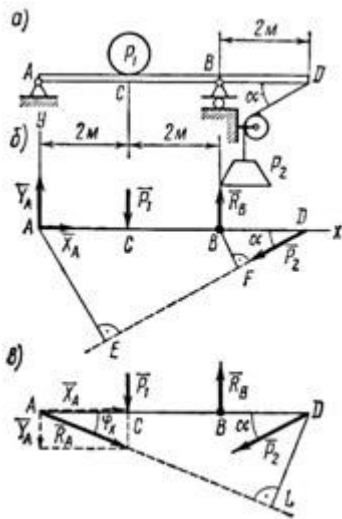

Рисунок 13
4. На консольную балку, имеющую в точке A шарнирно-неподвижную, а в точке B шарнирно-подвижную опору, действуют две сосредоточенные нагрузки:  $P_1 = 18$  кН и  $P_2 = 50$  кН, как показано на рис. 13, а; угол  $a = 40^\circ$ . Определить реакции опор балки.